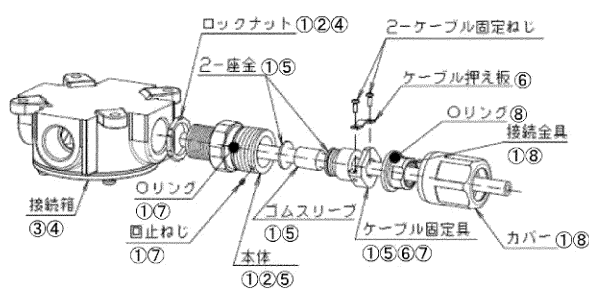

図 3
- ③ 電源線を接続箱のケーブルグラントを通して接続箱に挿入し、灯具電源ケーブルと接続します。
- ① ケーブルグラントを図3のとおり、分離し、ケーブルをケーブルグラントに「カバー→接続金具→ケーブル固定具→座金→ゴムスリーブ→座金→本体→ロックナット」の順に通します